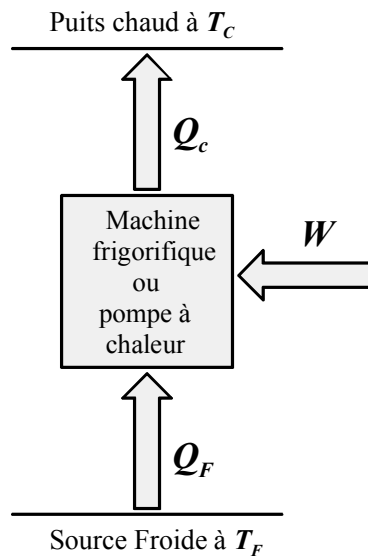

Figure 1.1. Schéma de principe d'un système ditherme.
- Soit une énergie mécanique; le système comporte alors au minimum une source froide et un puits de chaleur ; il est dit, au moins, *ditherme*. Son schéma de principe est représenté sur la figure 1.1.
Une machine frigorifique à compression mécanique de vapeur (réfrigérateur ou pompe à chaleur) est une machine thermique ditherme (figure 1.1) opérant entre une source de chaleur froide et un puits de chaleur chaud, fonctionnant en régime inverse de celui des cycles motrices.